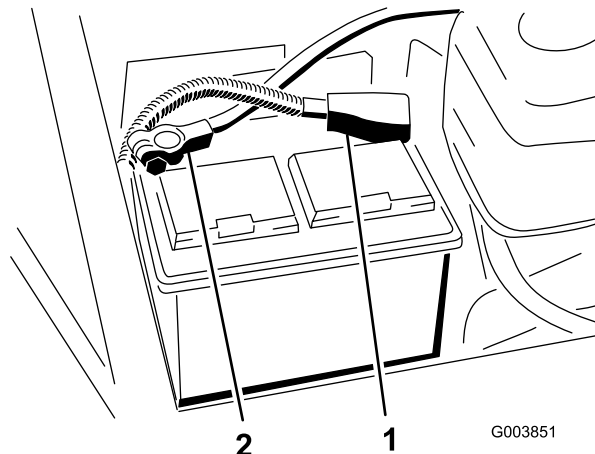

Figura 2
2. Certifique-se de que a bateria está instalada correctamente e verifique a carga da bateria com um densímetro. Se for necessário carregar a bateria, certifique-se de que o cabo positivo (+), está desligado da bateria antes de ligar o carregador (Figura 2).